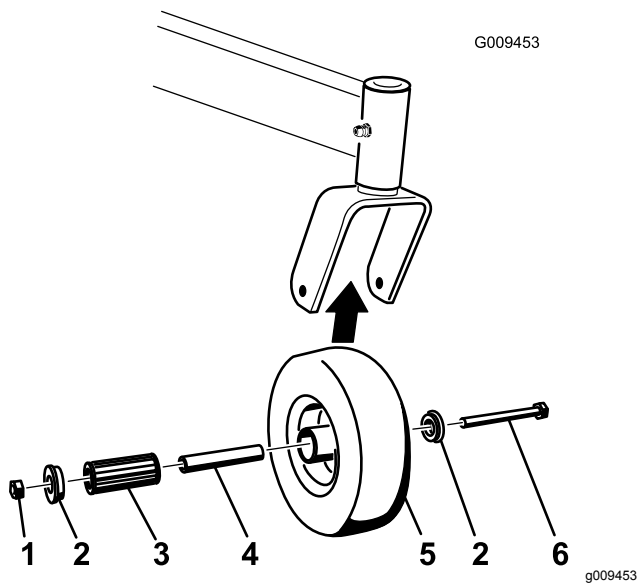

Figure 56
1. Enlevez le contre-écrou et le boulon de fixation de la roue pivotante à la chape (Figure 56).
2. Enlevez une bague, puis sortez la douille pour clé et le roulement à rouleaux du moyeu de roue (Figure 56).
3. Enlevez l'autre bague du moyeu, puis nettoyez la graisse et les saletés éventuellement présentes dans le moyeu (Figure 56).
Remarque: Remplacez les pièces endommagées ou usées (Figure 56).
5. Placez une bague dans le moyeu de roue (Figure 56).
6. Lubrifiez le roulement à rouleaux et la douille pour clé, et insérez-les dans le moyeu (Figure 56).
7. Mettez la deuxième bague dans le moyeu (Figure 56).
8. Montez la roue pivotante dans la chape à l'aide du boulon et du contre-écrou (Figure 56).
9. Serrez le contre-écrou jusqu'à ce que la base de la douille pour clé soit en appui contre l'intérieur de la chape (Figure 56).